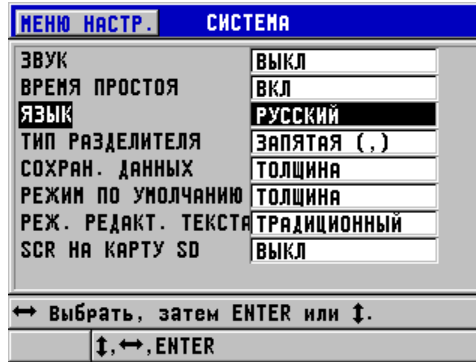

Рис. 4-1 Окно СИСТЕМА
2. В диалоговом окне СИСТЕМА (см. Рис. 4-1 на стр. 46):